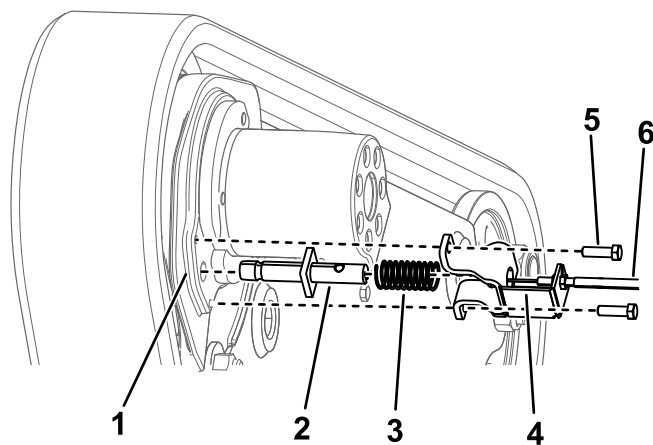

Figura 8
- A. Rimuovete e conservate i 2 bulloni che fissano il supporto del freno al pezzo fuso del motore dei cingoli (Figura 8).
- B. Allentate i dadi che fissano il cavo del freno al supporto del freno (Figura 8). Rimuovete i cavi del freno.
- C. Rimuovete e conservate la molla di compressione (Figura 8).